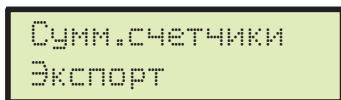

Рис. 71
- Можно сохранить отчеты счетчиков на флеш-накопителе, используя специальную функцию **Экспорт** (Рис. 71).
- Выберите пункт **Экспорт** (Рис. 71) и нажмите на **OK**.